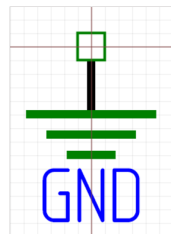

Рис. 61 Порт GND
- GND (Земля) – обозначение заземления, см. Рис. 61.